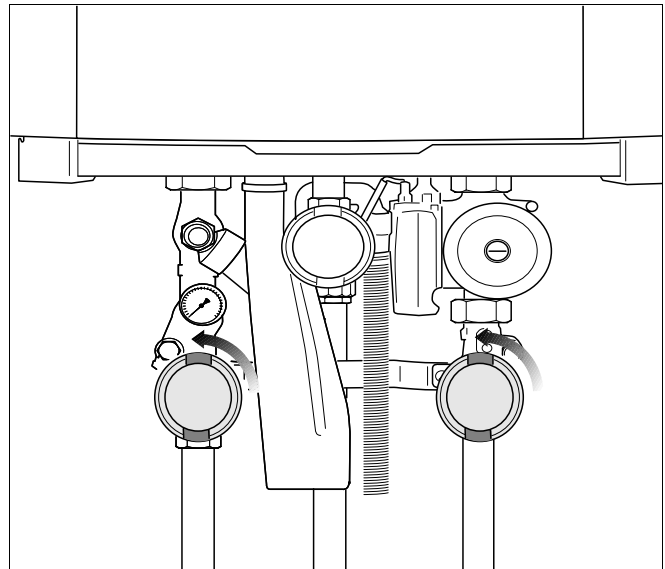

Fig. 66 Deschideți robinetele de întreținere (aici: poziția deschisă)
- Deschideți robinetele de întreținere de la turul și returul de încălzire (Fig. 66) (Poziția deschisă: paralelă cu țeava).